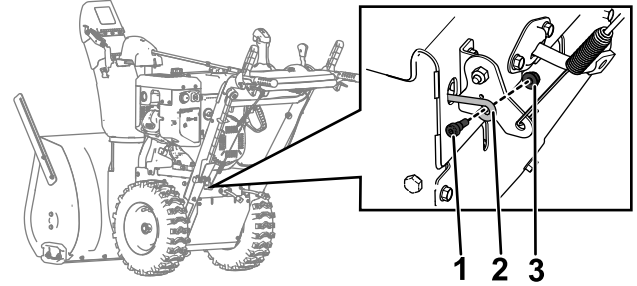

Figura 9
- Collegate un'estremità dell'asta alla nuova staffa del cavo di trazione usando un bullone e un dado inclusi nel kit, come mostrato in Figura 9.